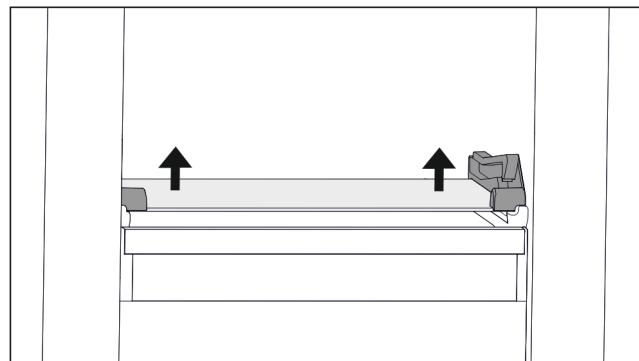

Fig. 107 Скляна пластина відкидного висувного ящика
- Скляну пластину натиснути з обох боків знизу вгору. (див. Fig. 107)